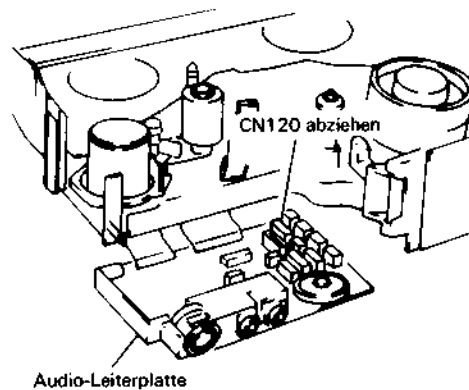

Abb. 2.61 Ausbau des Kondensatorsensors
Ausbau des Kondensatorsensors (Abb. 2.61, 2.62)
2. Den Stecker CN120 abziehen (siehe Abb. 2.61).